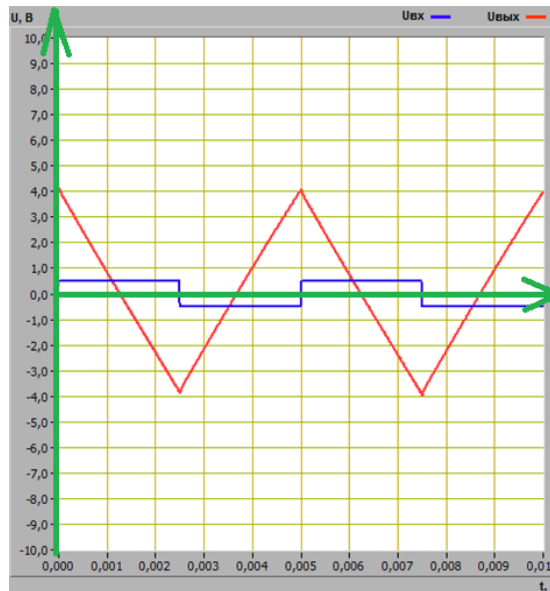

Рисунок 4.10 – График входного и выходного сигналов интегратора напряжения
**4.5.2** С помощью цифрового элемента управления, находящегося на передней панели ВП, установим следующий режим измерения: форма сигнала – прямоугольная, частота сигнала – 200Гц, амплитуда сигнала – 0,5В. Нажмем на панели ВП кнопку «Измерение». На графическом индикаторе ВП появится изображение входного и выходного сигналов интегратора напряжения (рисунок 4.10):